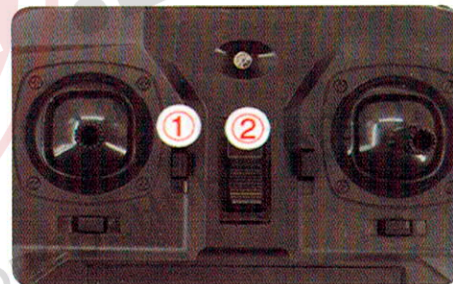

Figure 14
- ◆ Если контроллер и лодка включены, управляя пультом дистанционного управления, лодка не отвечает. Вам нужно сопоставить контроллер и лодку. Длительное нажатие 1), включите лодку, а затем откройте (2) (рис. 14), операция должна быть завершена за 3 секунды. Когда контроллер издает звуковой сигнал, это означает, что соединение контроллера и лодки прошло успешно.